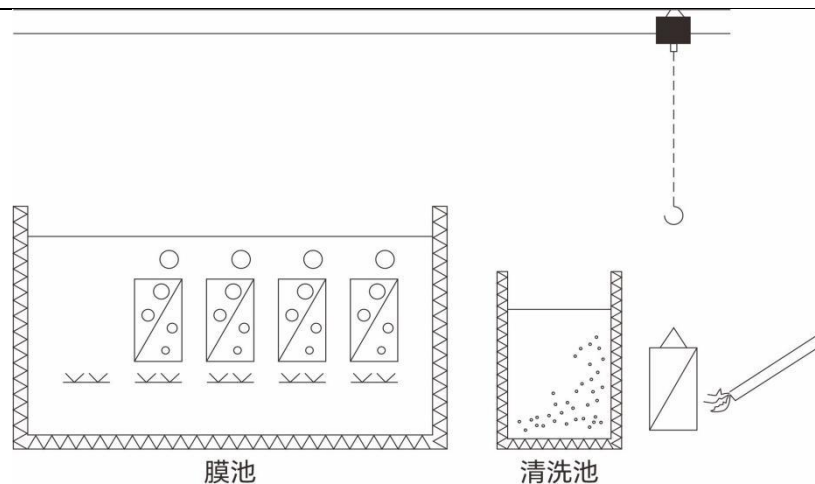

图4-11
- 3) 如图4-11所示，用清水将膜组件上的积泥冲洗干净(冲洗过程中水压不宜过高，避免膜丝损伤)。